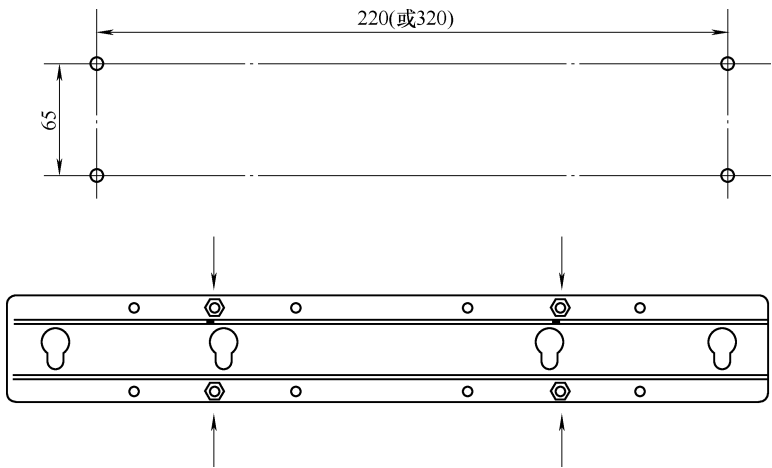

图 2-38 墙壁安装 1
1) 按图 2-38 所示尺寸打好孔并插入膨胀螺栓;将膨胀螺栓固定到壁挂支架上。